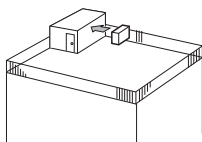

Fig. 2-4
① Pagrieziet gaisa izplūdes atveri pret tuvāko pieejamo sienu tā, lai tā atstastos 35 cm attālumā no sienas. (Fig. 2-4)